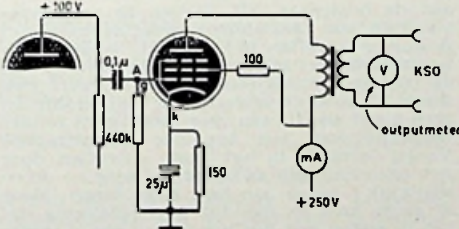

Fig. 6
Om te weten te komen hoe de levensduur, het afgegeven vermogen en de vervorming afhankelijk zijn van de isolatieweerstand, hebben we een bekende eindbuis, nl. de EL41, in onderstaande schakeling onderzocht (zie fig. 6).
1. In de anodeleiding een mA-meter op te nemen (fig. 6). We meten nu eerst de buisstroom met de koppelcondensator „los” bij A en daarna met de koppelcondensator in de schakeling. De stroomtoename mag nu hoogstens enkele tienden milliampère bedragen.